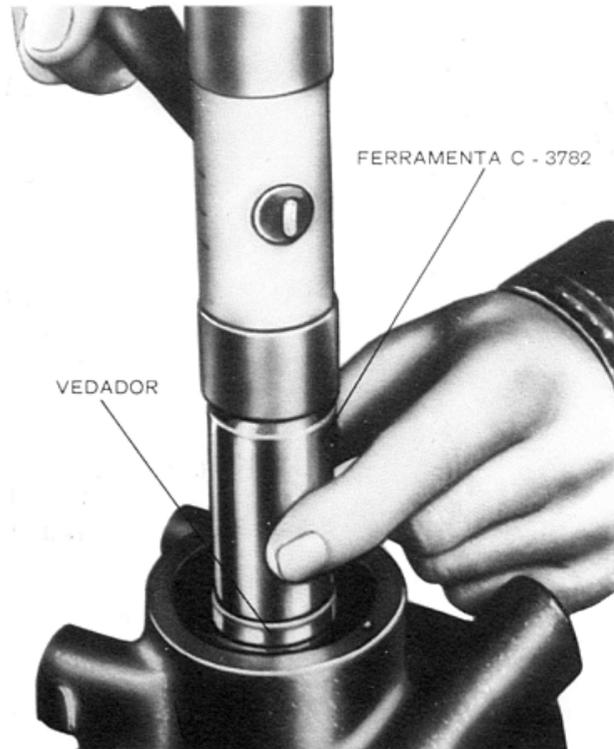

Fig. 5 — Instalação do vedador da bomba
- Após inspeção e retirada de rebarbas e riscos da ponta do eixo, instalar um novo retentor com o lábio voltado para a bomba. Usar a ferramenta C-3782 para levar o retentor até facear com o encosto (fig. 5).